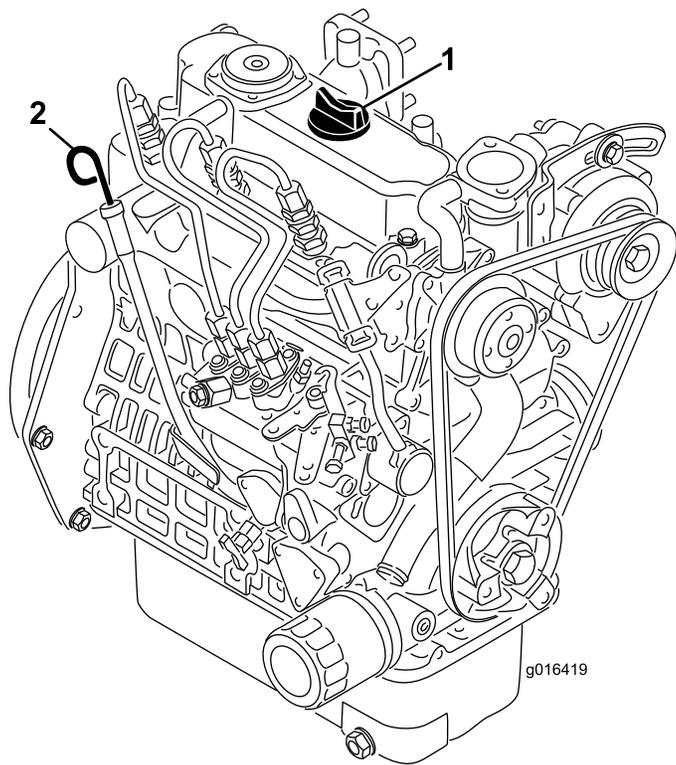

Figura 34
- Retire la varilla y límpiela con un paño limpio (Figura 34).